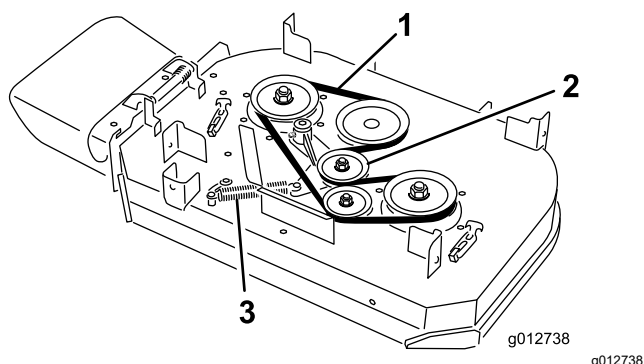

Figura 63
4. Desenganche el muelle de la clavija del brazo de la polea tensora (Figura 63).
5. Retire la correa usada del cortacésped (Figura 63).
6. Instale la correa nueva del cortacésped alrededor de la polea del embrague, las poleas de la carcasa y la polea tensora (Figura 63).
7. Enganche el muelle en la clavija del brazo de la polea tensora (Figura 63).
8. Enganche el muelle en la clavija del brazo de la polea tensora (Figura 63).